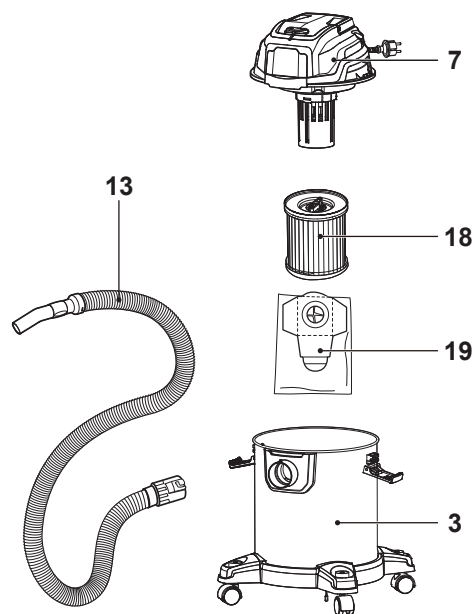

Fig. 3 Aspiração a seco e sopragem
- com filtro de pó (18) e o saco de pó (19) montado para aspiração a seco e sopro (Fig. 3).